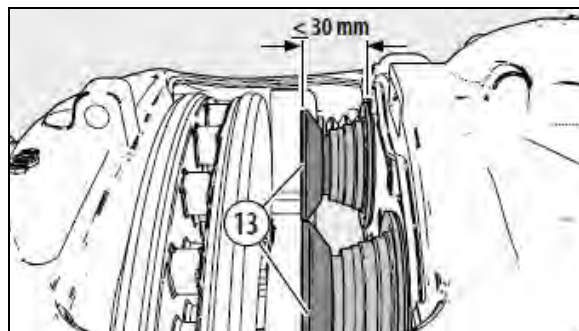

FIGURE 45: DÉVISSER LES POUSSOIRS - MAXI. 30 MM
1. Retirer les plaquettes (12) (voir le manuel **Knorr-Bremse Y006471**).
2. Dégager les poussoirs (13) à l'aide de l'adaptateur (61) en tournant dans le sens horaire jusqu'à ce que les soufflets soient parfaitement visibles (voir Figure 45).